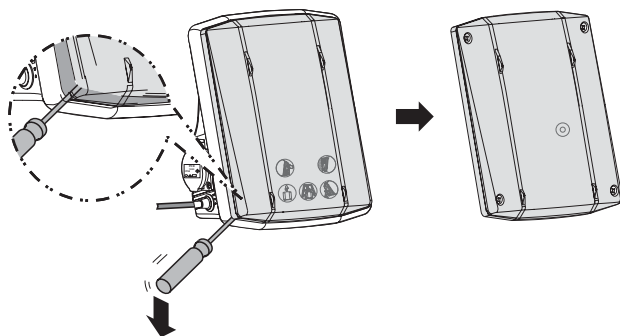

Figura 14
5.1.2 Sollevate tutti e 4 i lati della protezione di gomma che c'è intorno per separare il coperchio dal telaio (figura 14).